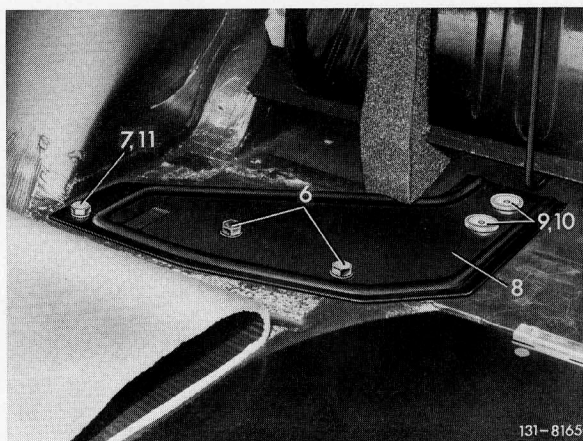

Bild 5
8 Trennwand zwischen Kraftstoffbehälter und Kofferraum ausbauen und die Verschlusscheiben aus den serienmäßig vorhandenen Löchern für die Distanzhalter (9) entfernen (Bild 5).
9 Abdeckung auf dem Kofferraumboden links teilweise lösen (Bild 5).
10 Gegenplatte (8) in den Kofferraum einlegen und Distanzhalter (9) mit den Schrauben (10) in die vorhandenen Löcher der Gegenplatte und des Kofferraumbodens einstecken (Bild 5).
13 Löcher für die Schrauben (6) bzw. für die Teile (7 und 13) unten am Kofferraumboden anzeichnen, dabei die vorhandenen Löcher im Versteifungsträger (12) als Schablone benutzen (Bild 5 und 6).
14 Die angezeichneten Löcher von unten mit 5 mm Durchmesser vorbohren, danach Gegenplatte (8) im Kofferraum ausrichten und die Löcher mit 11 mm Durchmesser aufbohren (Bild 5).
15 Gegenplatte (8) und Versteifungsträger (12) mit den Teilen (6, 7 und 13) anschrauben (Bild 5 und 6).
16 Im Kofferraum Loch für die Schraube (11) anzeichnen und mit 11 mm Durchmesser bohren, dabei das Loch in der Gegenplatte (8) als Schablone benutzen (Bild 5).
17 Schraube (11) mit Federring (7) in das gebohrte Loch einstecken und von unten den Versteifungsträger (12) mit dem Distanzhalter (14) und der Mutter (13) anschrauben (Bild 5 und 6).
18 Sind die Löcher unten im Querträger für die Schrauben (10) bzw. die Teile (7 und 13) noch nicht vorhanden, Gegenplatte (8) in den Kofferraum einlegen und mit den Distanzhaltern (9) fixieren, dazu beide Distanzhalter (9) in die vorhandenen Löcher der Gegenplatte (8) und des Kofferraumbodens einführen (Bild 5 und 6).
19 Löcher für die Schrauben (6 und 11) anzeichnen, dazu die in der Gegenplatte (8) vorhandenen Löcher als Schablone benutzen. Anschließend die angezeichneten Löcher mit 11 mm Durchmesser bohren (Bild 5).
21 Löcher am Querträger anzeichnen, dazu die vorhandenen Löcher im Versteifungsträger (12) als Schablone verwenden. Die Distanzhalter (9) im Kofferraum aus der Gegenplatte (8) herausnehmen und die angezeichneten Löcher mit 11 mm Durchmesser bohren (Bild 5 und 6).
22 Seitenteil (15) und Versteifungsträger (12) mit den Distanzhaltern (9) und den Teilen (7, 10 und 13) am Querträger anschrauben (Bild 5 und 6). Anschließend Stützblech (16) zwischen Querträger (1) und Seitenteil (15) einführen und mit den Tellerfedern (18) und den Schrauben (17) montieren (Bild 5 bis 7).